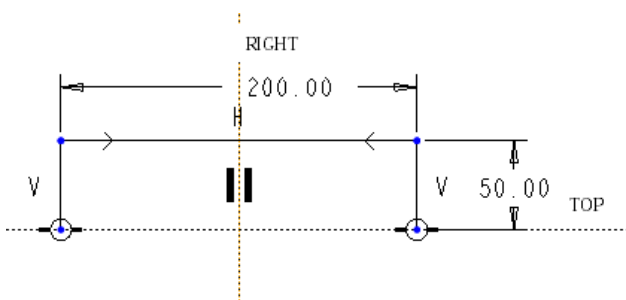

図 2-5 寸法の修正
- 次に寸法値をダブルクリックして長方形の横と縦の寸法をそれぞれ 200 mm, 50 mm に修正する(図 2-5)。